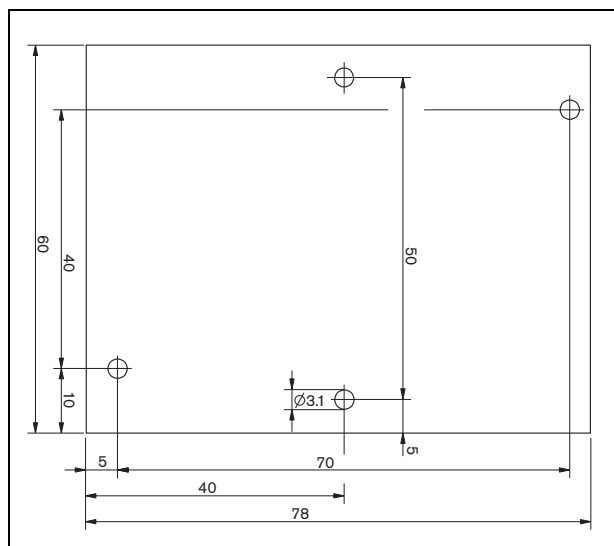

figura 13.5: Dimensões
Para instalar o quadro, por exemplo, numa caixa, utilize os suportes universais (LBB4446/00). Ligue o quadro a um suporte utilizando os orifícios do meio (consulte a figura 13.5).
- 2 Utilize os orifícios dos cantos do quadro (consulte a figura 13.5) para o instalar num altifalante. As bobinas na placa de circuito impresso devem ser mantidas a uma distância de 30 mm ou mais do íman do altifalante e a uma distância de 50 mm ou mais do transformador do altifalante, caso contrário os campos magnéticos podem afectar o correcto funcionamento do quadro.